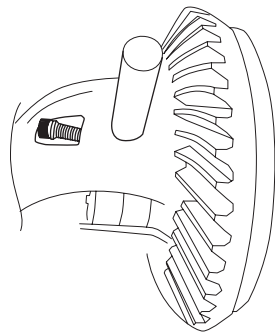

Рис. 12
15. Поверните блокировку до совмещения пазов в муфтах с отверстием под ось сателлитов [7] в дифференциале и установите ось сателлитов (рис. 12).